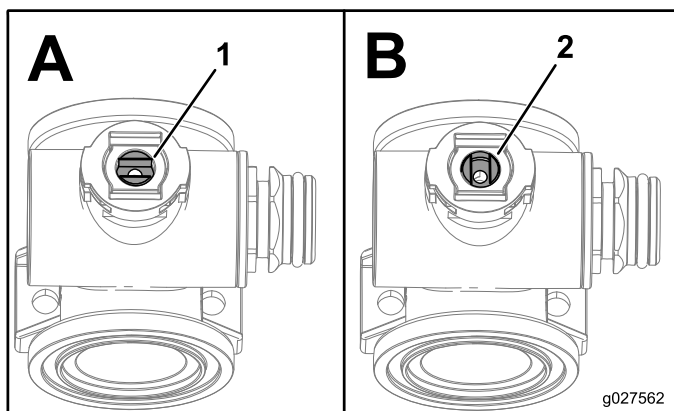

图 105
1. 将阀杆放置到关闭的位置图 105 中的 B。
3. 旋转阀杆使球阀处于打开位置图 105 中的 A。
7. 转动阀杆总成关闭阀门图 105 的 B。